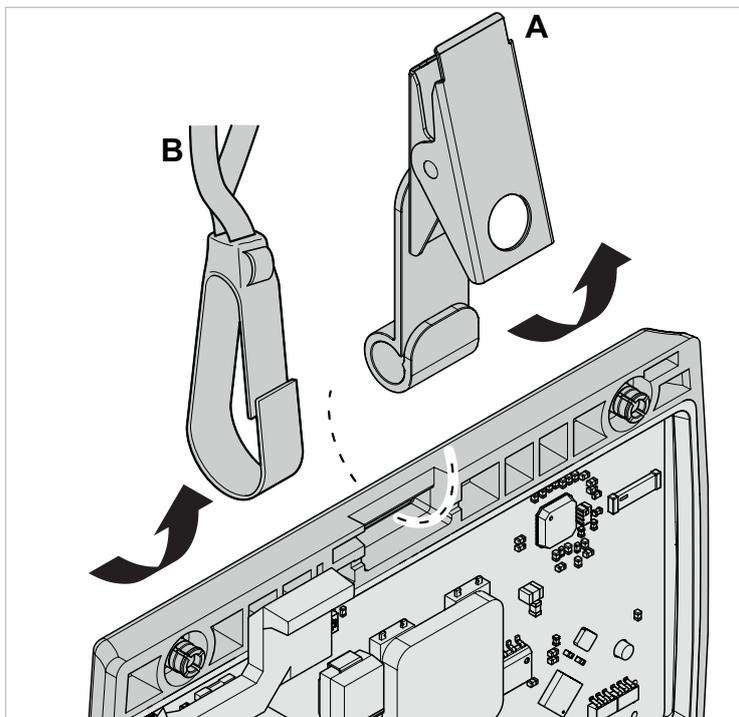
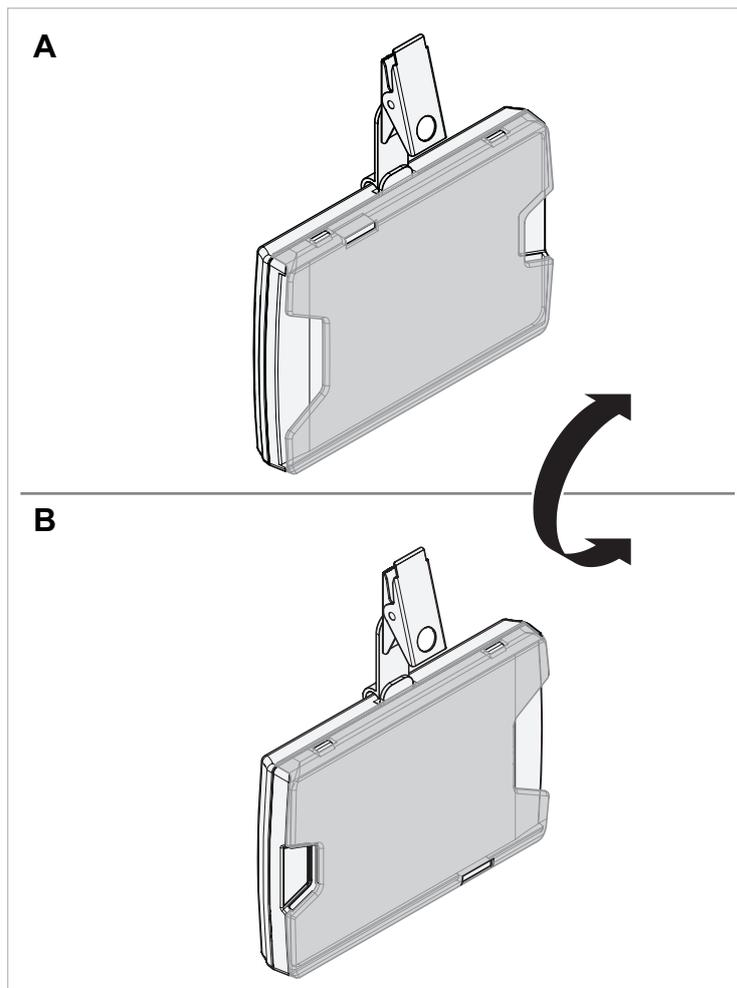

Fig. 11 Monter l'attache du badge
Fig. 12 Montage de l'attache pour droitier/ gaucher
3. Passer l'attache choisie dans la fente sur le bord du badge (Fig. 11), convient aux gauchers comme aux droitiers (Fig. 12).
- ▶ Pour un droitier (A, Fig. 12) : monter l'attache sur l'arête supérieure du badge (proche de la LED).
- ▶ Pour un gaucher (B, Fig. 12) : monter l'attache sur l'arête inférieure. Pour ce faire, retourner le badge.